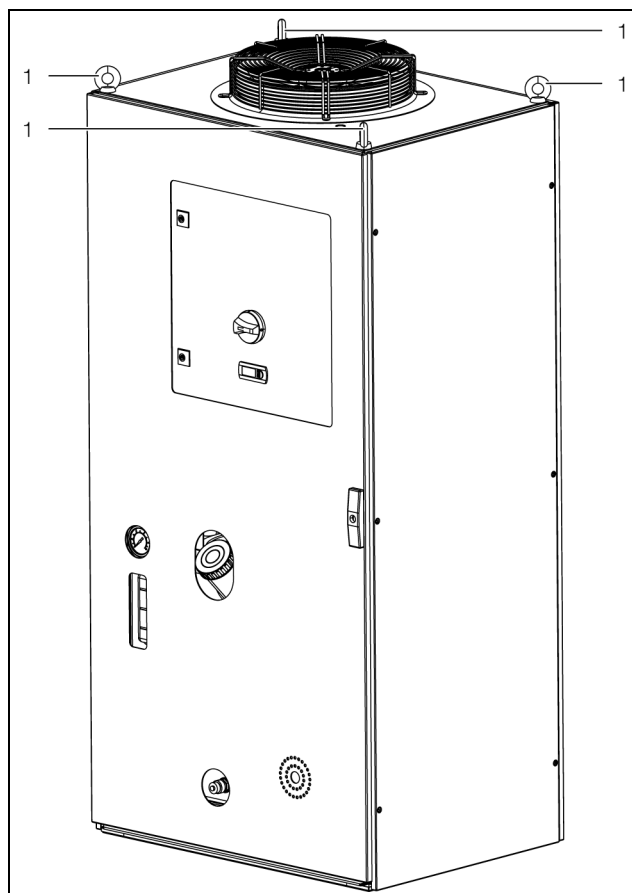
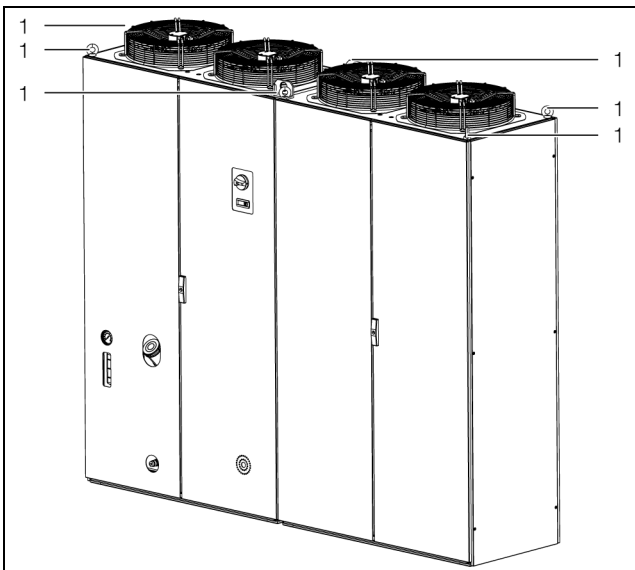

Fig. 19 : Anneau de transport (3335.790, 3335.830, 3335.840, 3335.850)
Fig. 22 : Anneau de transport (3335.890)
- Transporter le refroidisseur d'eau uniquement sur la palette livrée ou à l'aide des anneaux de transport prévus à cet effet (fig. 19 à fig. 22, pos. 1).